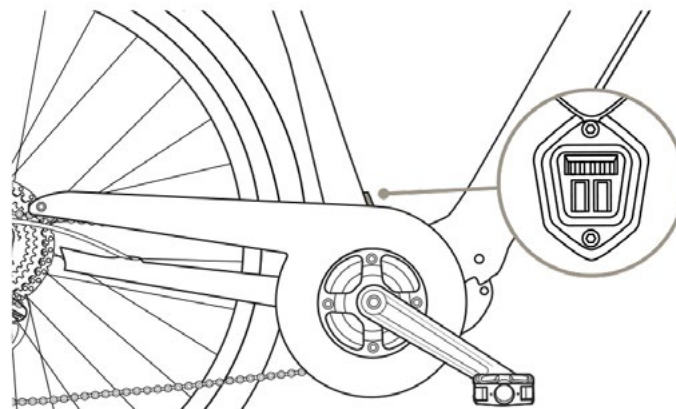

FIG. 12
- La prima collegando il carica cabatteria direttamente al telaio tramite l'apposita presa posta sul stubo sella (Fig. 12).